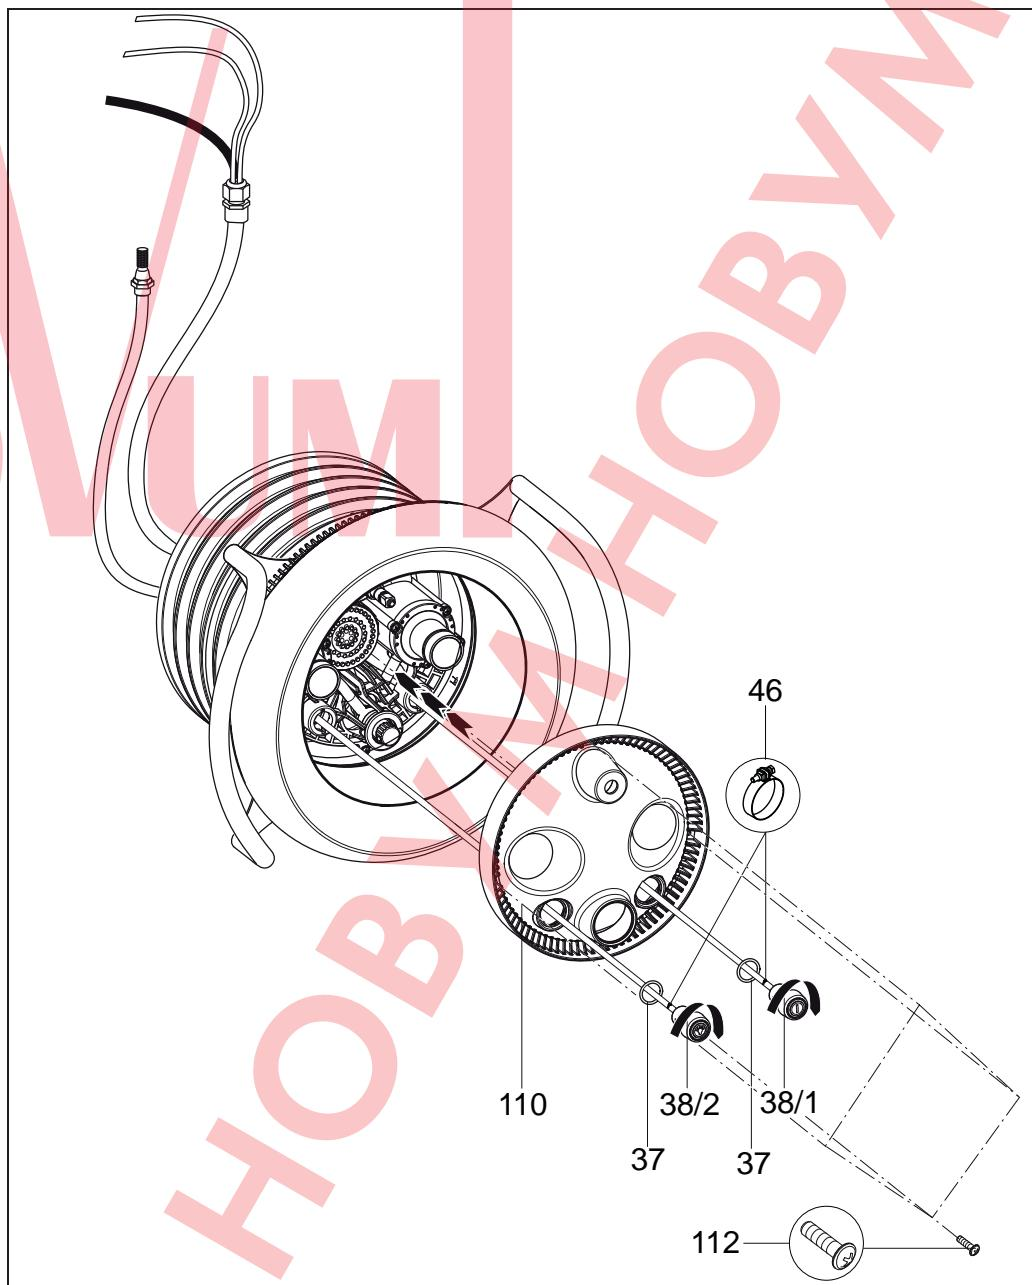

Рис. 12
10. Пропустите воздушные шланги через верхнее или нижнее отверстие в передней панели (110) (слева выключатель освещения, справа – выключатель насоса). Отрегулируйте положение панели (110) относительно корпуса дюз (102.1) и закрепите ее 4 винтами-саморезами (112) (Рис. 12).
11. Насадите кольцо (37) на воздушную кнопку (38/1, 38/2). Закрепите воздушный шланг на соответствующей кнопке с помощью хомутов (46). Вставьте эти кнопки сквозь панель (110) в корпус дюз и закрепите их вращением против часовой стрелки (Рис. 12).